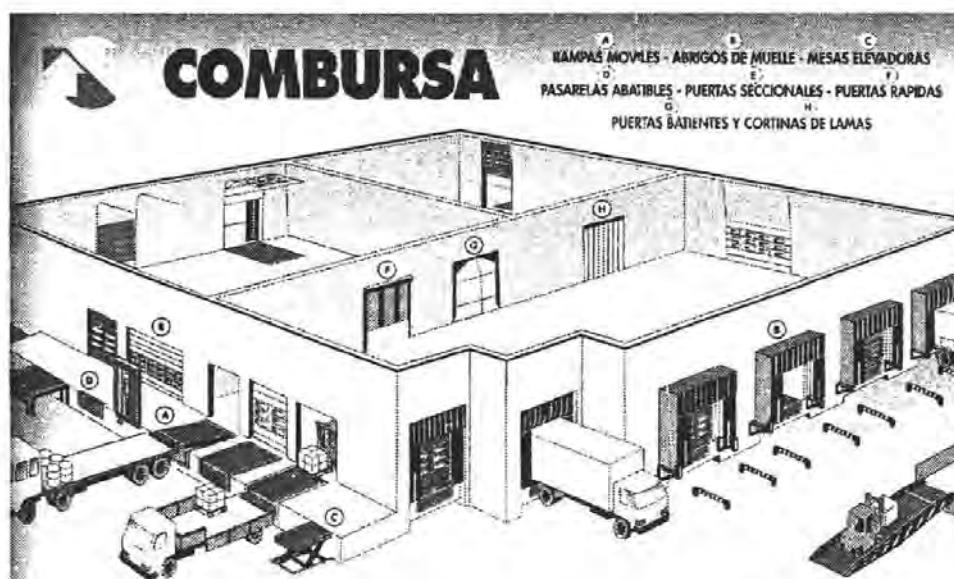

Figura 1.43. Rampas, puertas, abrigos
- Es el eje del almacén. Debe contar con las instalaciones, estanterías y medios de manipulación adecuados para obtener la máxima productividad (Figura 1.43).